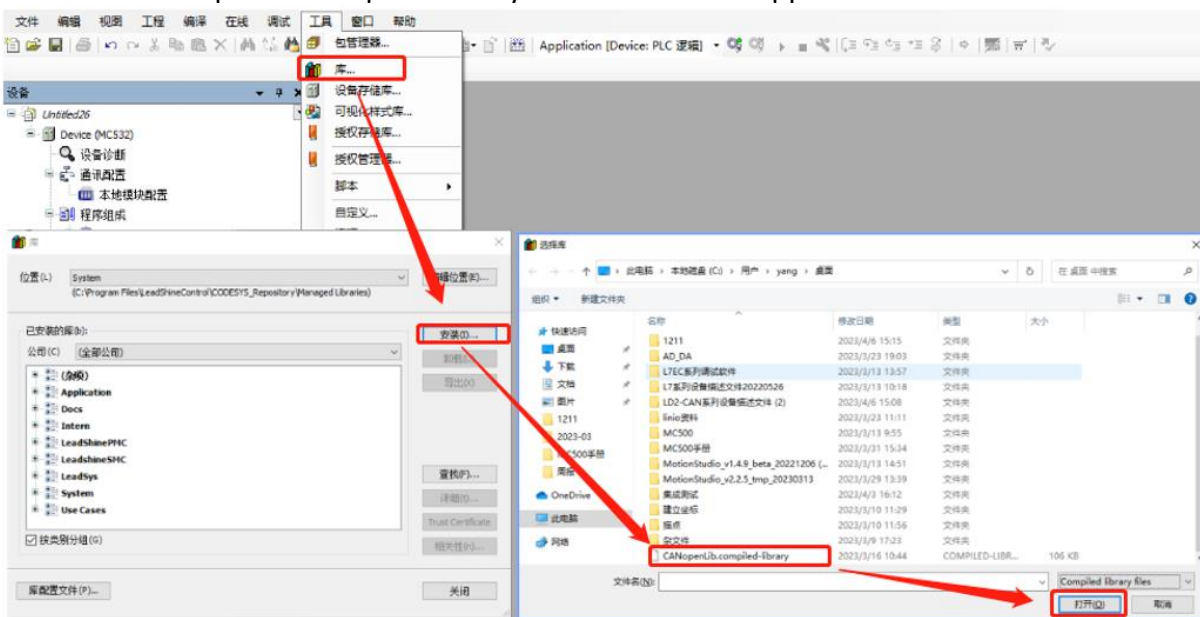

图 5.26 添加“CANopenLib.compiled-library”
1) 单击“菜单栏-工具”选项，选择“库”，点击安装。找到 CANopen 库文件“CANopenLib.compiled-library”打开，添加到“Application”中，如图 5.26 所示。